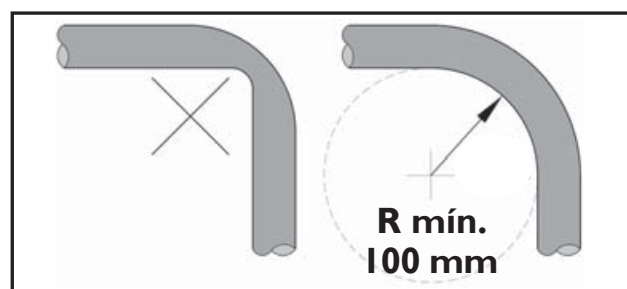

FIGURA 17
- Ao dobrar os tubos o raio de dobra não seja inferior 100 mm (Figura 17).